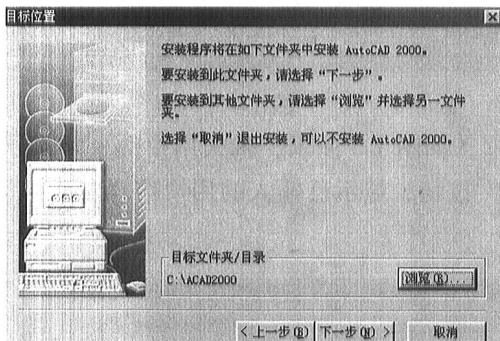
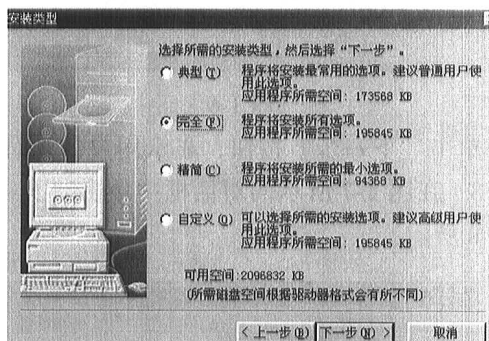

图 1-12
图 1-13
单击“是”按钮,则显示已改正的安装目标位置对话框,在“目录文件夹/目录”的下面,显示 C:\ACAD2000,如图 1-12 所示。
11) 单击图 1-12 中的“下一步”按钮,显示 AutoCAD 2000 中文版的安装类型对话框,如图 1-13 所示,有四种类型:典型、完全、精简、自定义。